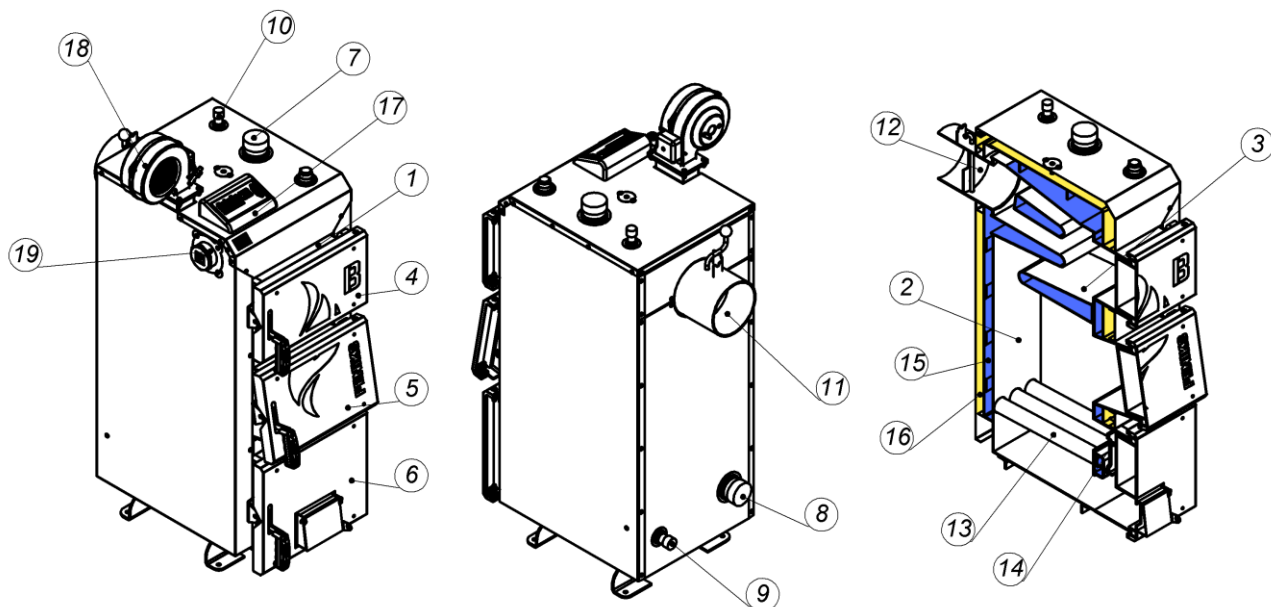

Рисунок 2 – Зовнішній вигляд та основні елементи котла
Конструктивно котел являє собою збірно-зварену конструкцію, що складається з корпусу (поз. 1, рис. 2) з камерою згоряння (топкою) (поз. 2, рис. 2). Конвекційна частина котла складається з двох-ходового теплообмінника (поз. 3, рис. 2)
Корпус котла виконаний в формі паралелепіпеду з подвійними стінками, які розділені водними перегородками (поз. 15, рис. 2). На зовнішній поверхні корпусу під декоративною обшивкою закріплена теплова ізоляція. (поз. 16, рис. 2).
Паливо для процесу спалення завантажується на колосникові ґрати (поз. 13, рис. 2) крізь завантажувальні дверцята (поз. 5, рис. 2). Колосникові ґрати виконані з товстостінних безшовних труб по яких постійно циркулює вода з водяної оболонки котла. Згоряння палива в топці відбувається за участю повітря, яке постачається під колосникові ґрати припливним вентилятором (поз. 18, рис. 2). Кількість повітря, необхідного для процесу згоряння, регулюється автоматично блоком автоматики управління (поз. 17, рис. 2), або за допомогою терморегулятора.
Підведення і відведення теплоносія здійснюється відповідно через патрубки зворотної мережної води (поз. 8, рис. 2) і прямої мережної води (поз. 7, рис. 2).
Топочні гази виходять у димохід крізь боров (поз. 11, рис. 2), розташований у задній частині котла. Боров обладнано вбудованим дросельним клапаном продуктів згоряння – шибером (поз. 12, рис. 2). У випадку надто високої тяги у димоході шибер дає можливість її знизити шляхом часткового перекривання вихідного отвору борова.
- з вентилятором та блоком автоматичного управління – припливним вентилятором (поз. 28, рис. 2) під колосникові ґрати по каналу подачі повітря. Кількість повітря, необхідного для процесу згоряння, регулюється автоматично контролером (поз. 17, рис. 2).
У верхній частині корпусу котла розташований штуцер для встановлення запобіжного клапана або групи безпеки котла (поз. 10, рис. 2).
Ревізійний дверцята (поз. 6, рис. 2), що розташовані на передній стінці котла, необхідні для періодичного чищення колосникових ґрат.
Для можливості періодичного обслуговування (чищення) теплообмінника передбачені дверцята у верхній частині котла (поз. 4, рис. 2).
Регулятор тяги необхідно приєднати до патрубку з внутрішньою різьбою, який знаходиться у верхній частині корпусу (рис. 2). Різьбове з'єднання при цьому потрібно ущільнити. Регулятор повернути таким чином, щоб наконечник для закріплення шестигранного важеля (з комплекту регулятора) був направлений вправо.